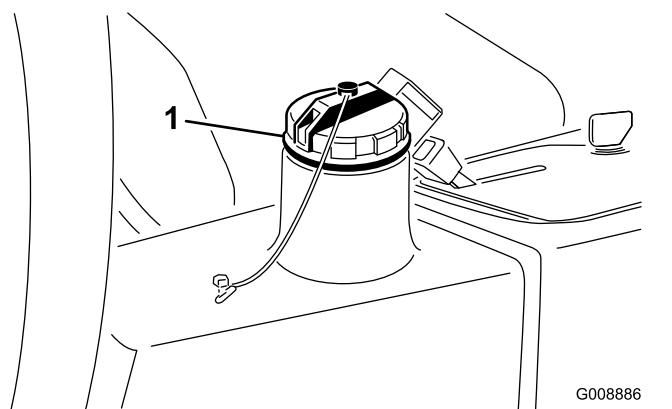

Figura 32
2. Pulite attorno al collo del bocchettone e del tappo del serbatoio idraulico (Figura 32).